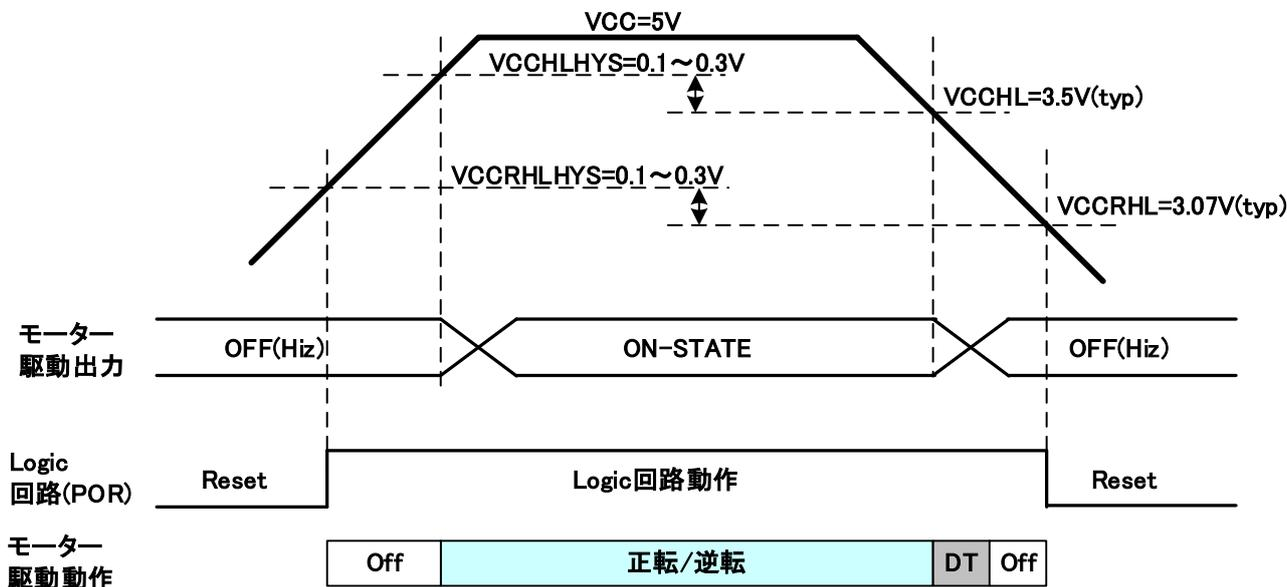
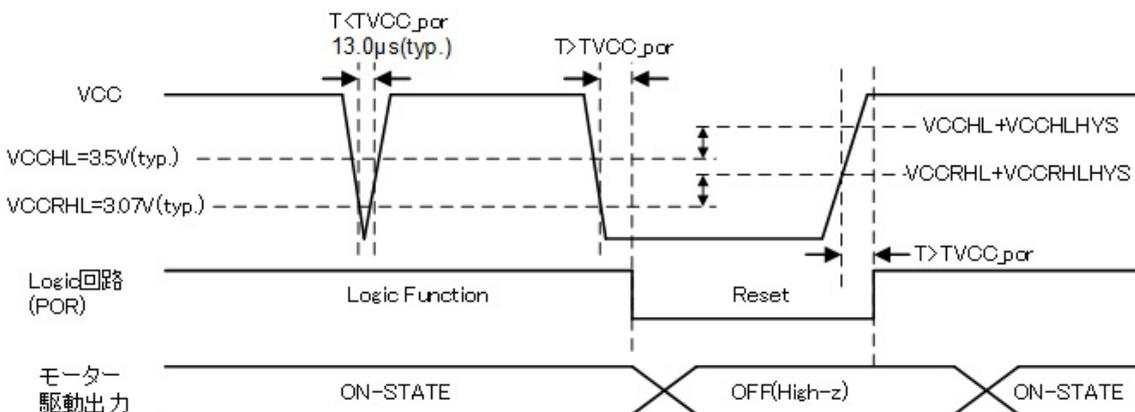

図 7.34 VCC 低電圧検出および POR しきい値特性
図 7.36 VCC 低電圧 POR タイミングチャート 1
7.13.2. VCC 低電圧検出回路(図 7.34~図 7.36 参照)